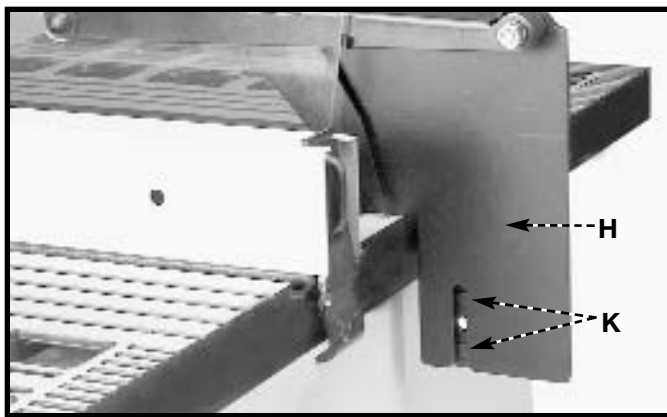

Fig. 13
- Coloque el hendidor (H) Fig. 13 sobre el soporte de apoyo del hendidor como se ilustra aquí, asegurándose que las dos protuberancias (K) en el soporte de apoyo del hendidor estén dentro de la ranura del hendidor (H).